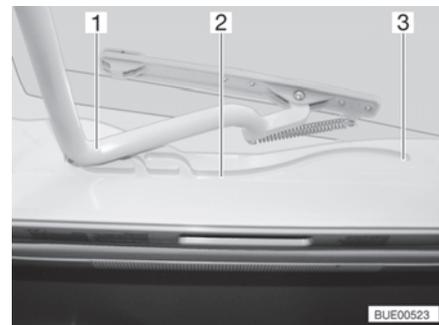

Fig. 20 Guía (claraboya Heki)
- Tirar el estribo (Fig. 20,1) en las guías (Fig. 20,2) hasta la posición trasera final (Fig. 20,3).
- Empujar el estribo (Fig. 20,1) ligeramente hacia arriba con ambas manos.
- Tirar el estribo en las guías (Fig. 20,2) hasta la posición deseada.